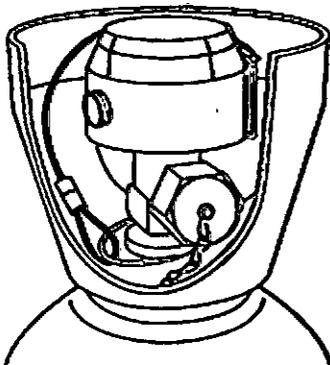

Figura 4-3
2. El seguro está fijado al cilindro por medio de un cordón (figura 4-3).